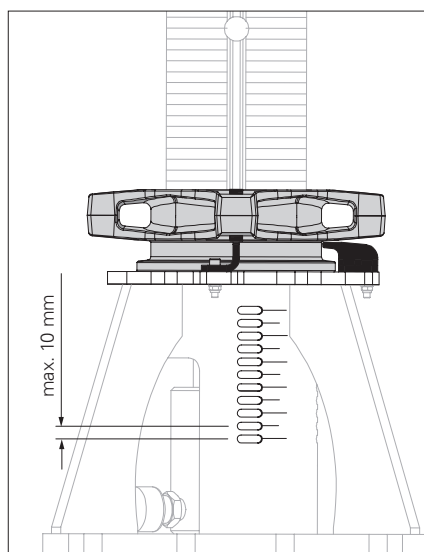

Fig. A5.08
- Ciò corrisponde alla distanza tra i fori del meccanismo di abbassamento. (Fig. A5.08)